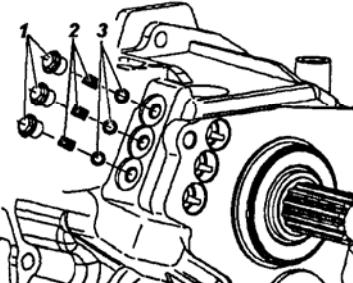

Рис. 6.47. Установка шариков и пружин фиксатора:
15. Вставьте стальные шарики 3 (рис. 6.47), пружины 2 и заверните фланцевые пробки 1, смазав их резьбы герметиком (LOCTITE 242).